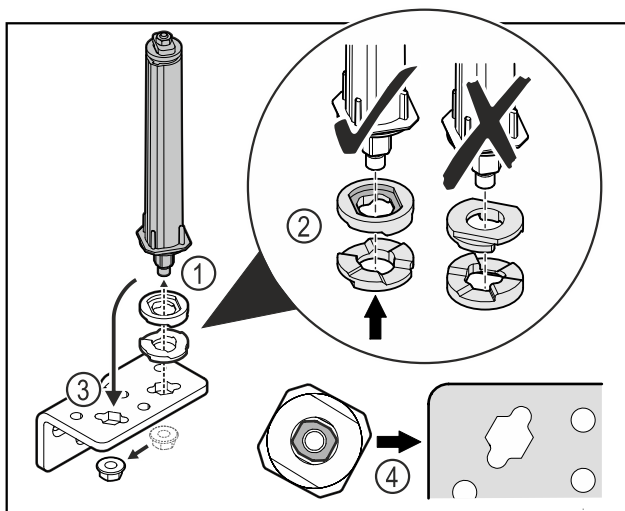

Fig. 47
- ▶ Odkręcić nakrętkę i wyjąć system blokujący drzwi Fig. 47 (1).
- ▶ Zwracać uwagę na prawidłowe ustawienie podkładek do regulacji wysokości Fig. 47 (2).
- ▶ Przełożyć system blokujący drzwi w zawiasie i zamocować nakrętką Fig. 47 (3).
- ▶ Przy wkładaniu zwracać uwagę na prawidłowe ustawienie systemu blokującego drzwi Fig. 47 (4).